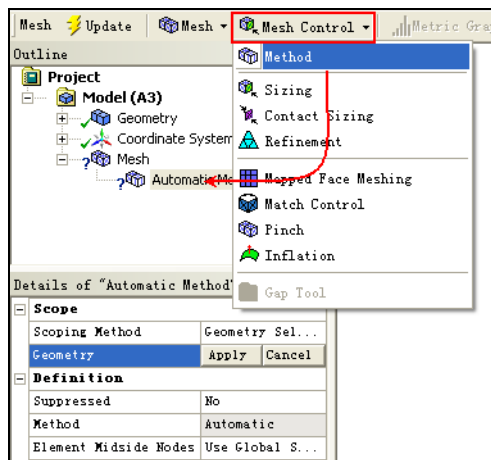

图 3-50 添加网格控制
**步骤 03** 选中 Mesh 项，选择 Mesh 工具栏中的 Mesh Control (网格控制) → Method (方法) 命令，此时会在设计树中添加 Automatic Method 项，如图 3-50 所示。